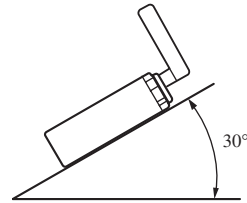

Abb. 8
- Wenn der Einbauwinkel mehr als 30° von der Horizontalen abweicht, kann es sein, daß das Gerät nicht optimal arbeitet. (Abb. 8)